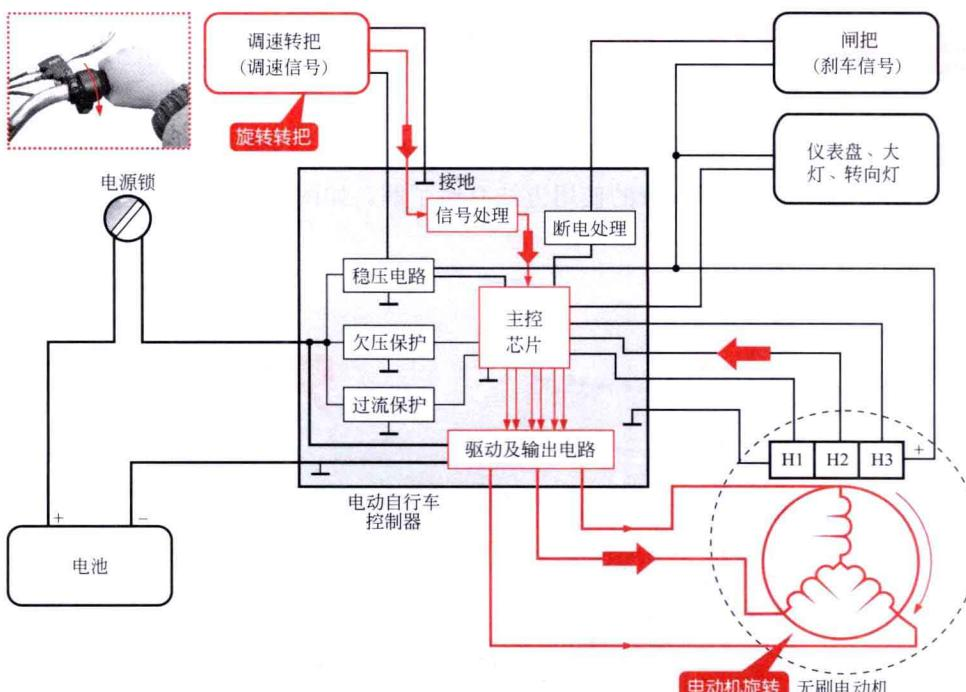

图 1-12 调速部分的信号流程
② 旋转调速转把，调速转把便会输出调速信号（直流电压）送到控制器中，经控制器内部处理后，由电动机驱动及输出电路输出驱动信号，驱动电动机三相绕组，使电动机旋转，如图 1-12 所示。当调速转把旋转幅度较大时，电动机绕组通过电流变大，电动机转速提高；相反，电动机转速便会降低。